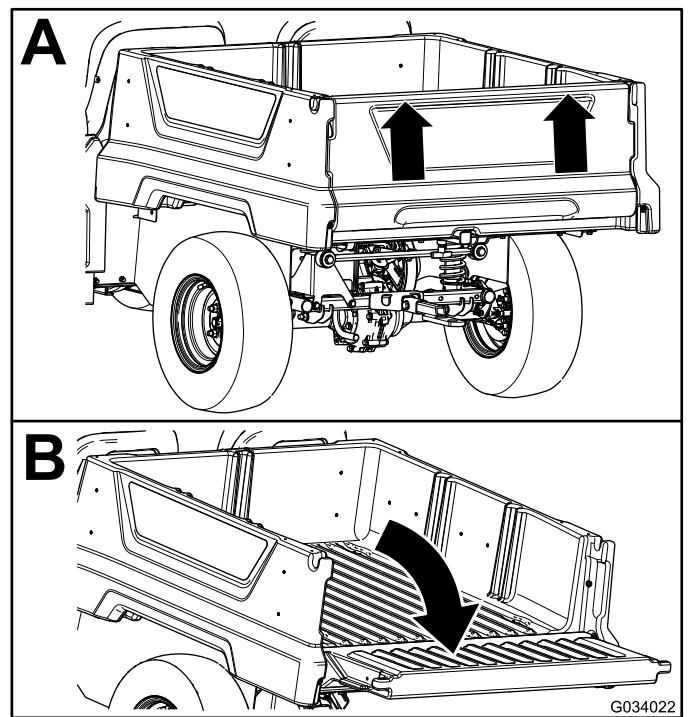

Figura 17
2. Usando ambas as mãos, eleve a porta traseira usando a aresta próxima do topo da porta traseira (Figura 17).
3. Desça a porta traseira até que esteja em contato com a plataforma de carga (Figura 17).